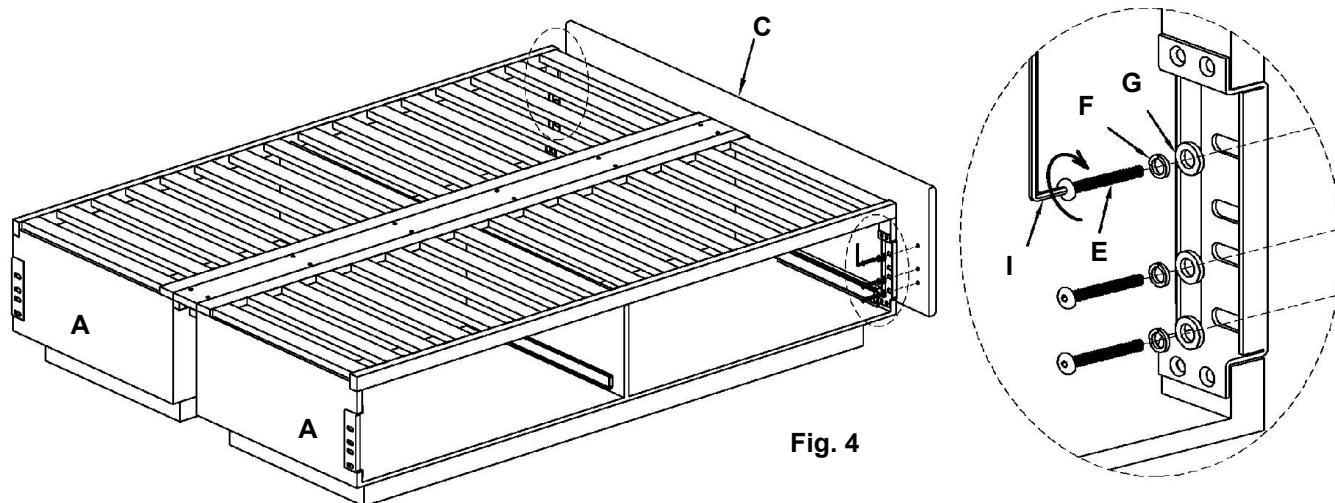

Fig. 4
23. Assembler le dossier (C) à un des cadres latéraux (A), comme indiqué dans le schéma ci-dessous.
24. Fixer le dossier (C) aux cadres latéraux (A) à l'aide de six jeux de : boulons (E), rondelles à ressort (F) et rondelles plates (G), comme indiqué sur l'illustration ci-dessous. Voir **Fig. 4**.
25. Serrer tous les boulons avec la clé hexagonale (I) fournie.